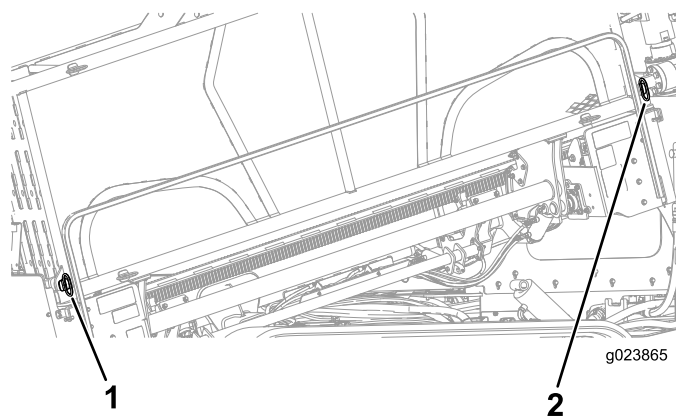

Figura 60
2. Retire los pasadores inferiores exteriores del portatubos (Figura 60).